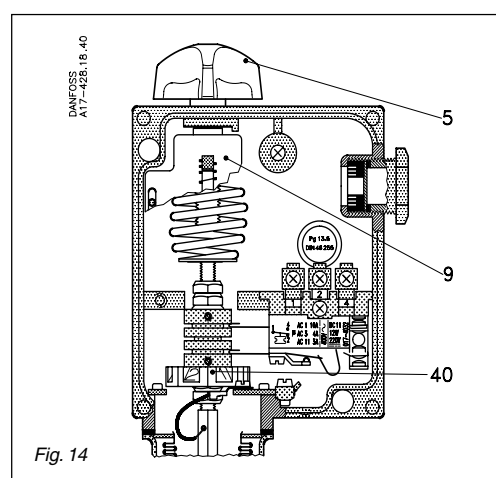
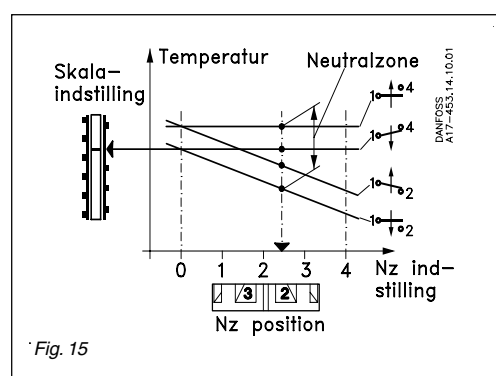
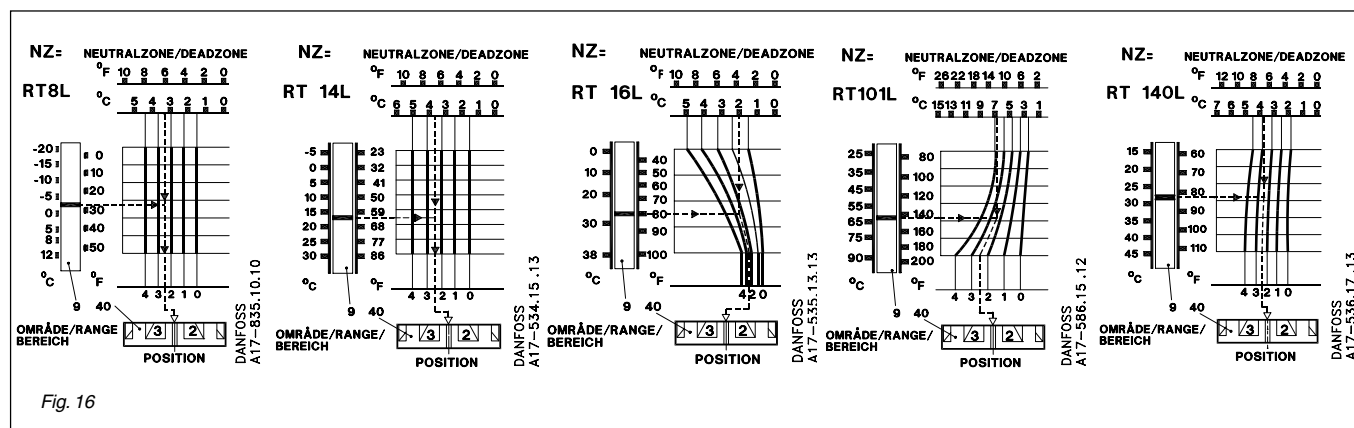

Fig. 14
Fig. 15
Fig. 16
L'impostazione viene effettuata mediante apposita manopola (5), fig. 14, leggendo la scala principale (9). Il valore di impostazione è la temperatura di apertura dei contatti 1-4, fig. 15. La zona neutra necessaria deve essere individuata nel grafico relativo all'unità interessata, fig. 16. La posizione nella quale il disco di zona neutra (40) deve essere impostato, può essere letta nella scala inferiore del diagramma.
Agendo sulla manopola di regolazione, impostare il termostato a 24°C. Le linee tratteggiate del grafico relativo a RT 16L, fig. 16 si intersecano fra di loro sulla curva nella posizione 2.8 e quindi il disco di regolazione della zona neutra (40) deve essere impostato in quella posizione.